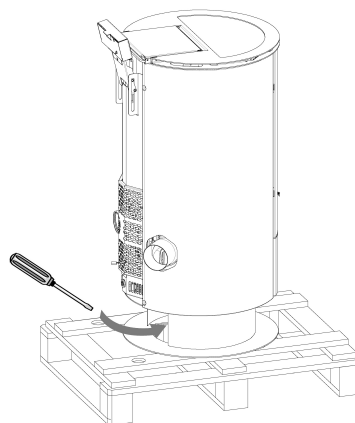

Fig. 2 - Rimozione viti (modello Flute)
- Per il modello **FLUTE**: rimuovere le viti, che bloccano la stufa al bancale, poste dentro il piedistallo (vedi **Fig. 2**).